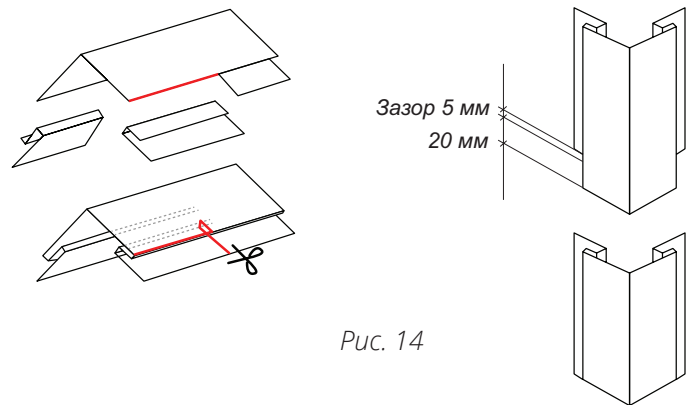

Рис. 14
- Если фасад выше высоты угловых и стыковочных планок, производится их наращивание с нахлестом около 20 мм, по направлению снизу вверх. Для этого отрежьте 25 мм от крепежного отгиба верхней планки, оставив лицевую часть (рис. 14).